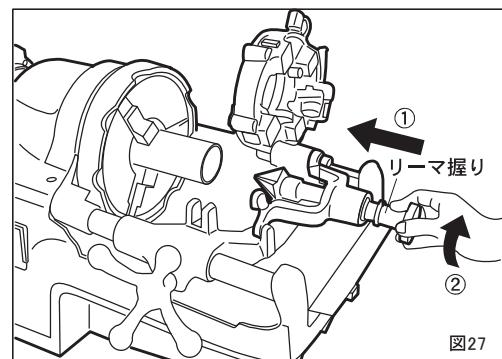

図27
- ①ダイヘッドとカッタをおこしてください。
- ②リーマをたおして、往復台にセットしてからリーマ握りを押して図27-①のようにリーマを突きだします。
- ③握りを反時計方向に回してホルダーにセットします。
(図27-②)